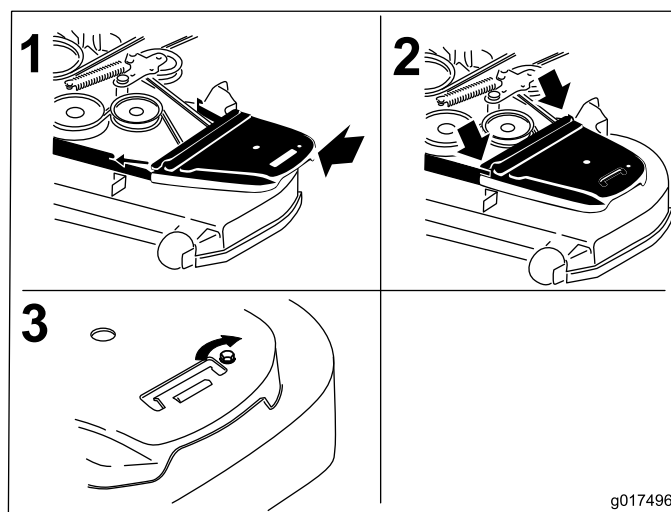

Figura 59
12. Montate i paracinghia (Figura 59).